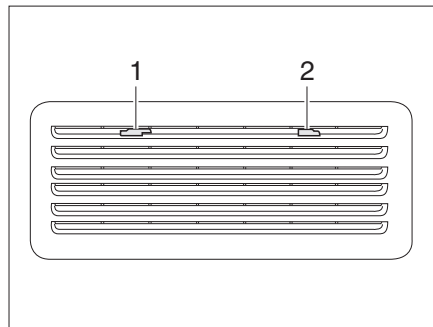

Fig. 243 Rejilla de ventilación del frigorífico (Thetford)
- Deslizar el bloqueo (Fig. 243,1) hacia el centro.